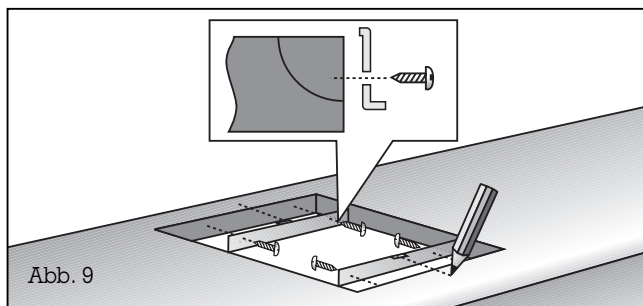

Abb. 9
– **Markieren Sie genau die Mitte des Ausschnitts.** Befestigen Sie die Befestigungsschienen an der Vorder- und Hinterkante des Ausschnitts. Achten Sie darauf, dass die Nasen der Befestigungsschienen auf der Arbeitsplatte aufliegen und dass die Mittenmarkierung der Befestigungsschienen genau mit der Mittenmarkierung des Ausschnitts übereinstimmt (Abb. 9).